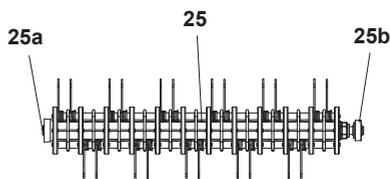

Rys. 8
3. Wyciągnąć bęben wertykulatora (fabrycznie zamontowany) (20) z gniazda (rys. 8), a następnie wymontować go ciągnąc w bok.